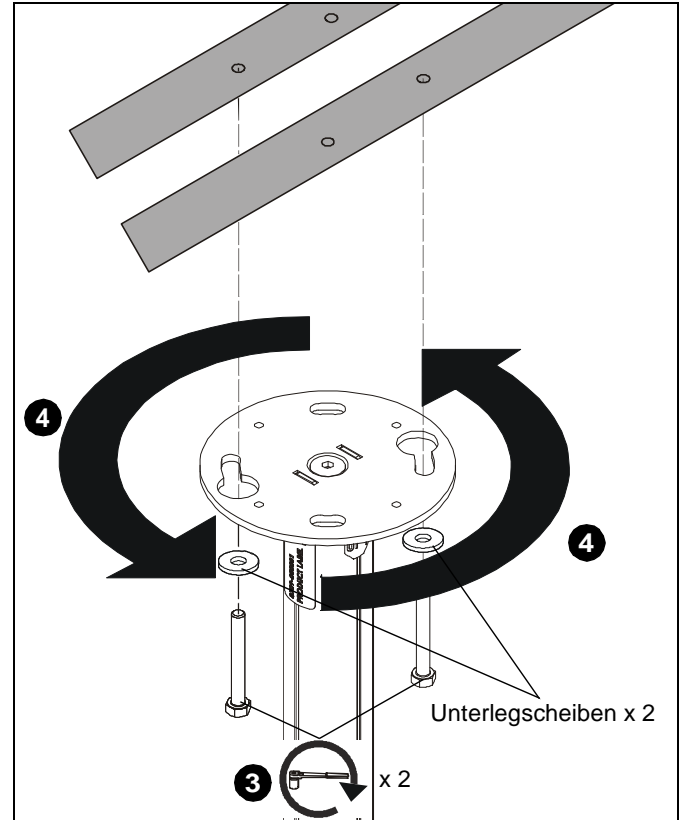

Abb. 5
3. Setzen Sie durch zwei 7,9 mm (5/16")-Unterlegscheiben (nicht mitgeliefert) lose zwei (mindestens) 7,9 mm x 12,7–19 mm (5/16" x 2–3/4")-Ankerschrauben (nicht mitgeliefert) in entgegengesetzten Ecken der in die Holzbalken-Querverstrebung gebohrten Löcher ein. (Siehe Abb. 5)
4. Platzieren Sie die Deckenplatte an der Decke und schrauben Sie, bis die Ankerschrauben die Platte in Position halten. (Siehe Abb. 5)